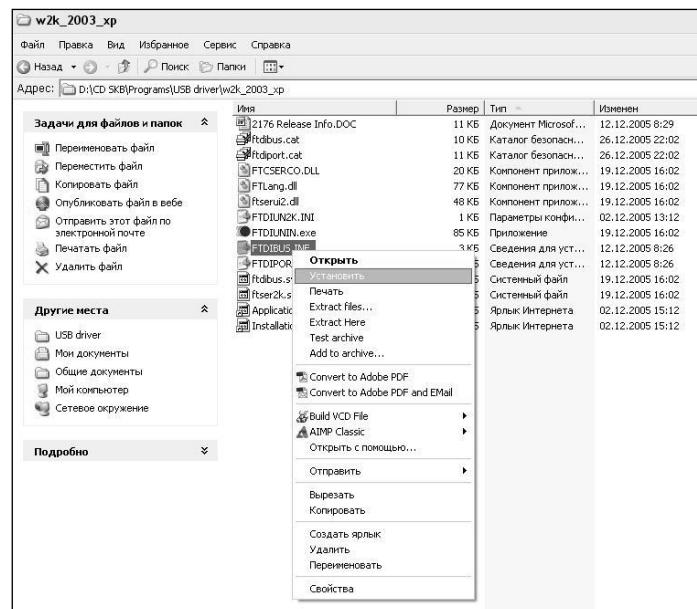

Рисунок 2.3 – Окно ручной установки драйвера
- нажать правой клавишей мыши на файле FTDIUSB.INF в выпадающем меню выбрать пункт «Установить» (рисунок 2.3);